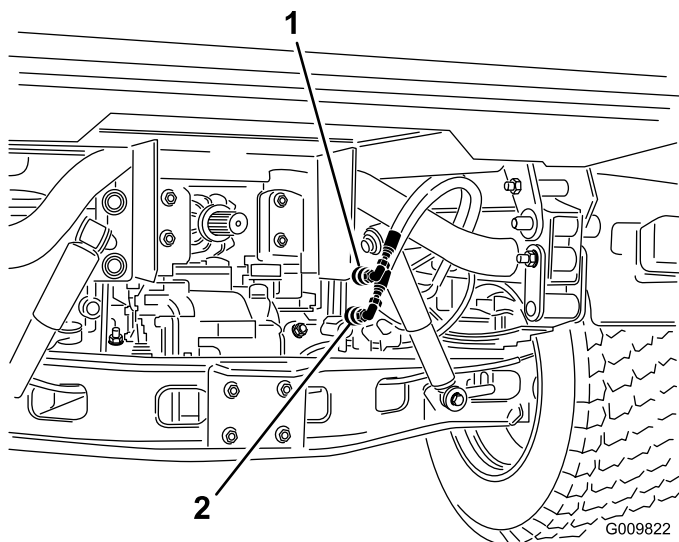

Figure 80
2. Sur les deux véhicules, débranchez les deux flexibles à raccords rapides des flexibles fixés au support de raccord (Figure 80).